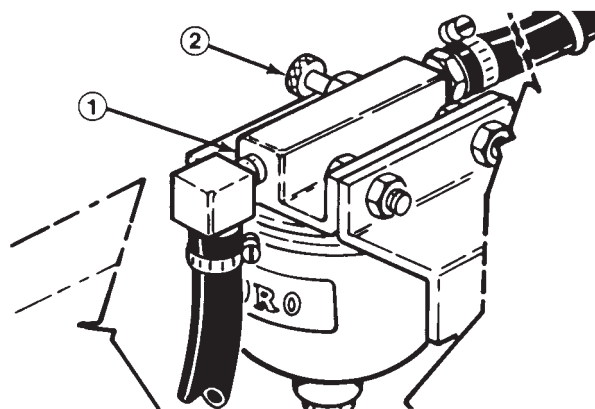

Figure 11
2. Chercher la vis de purge au-dessus du filtre à carburant/séparateur d'eau, du côté gauche de la roue arrière, et desserrer la vis (Fig. 11).